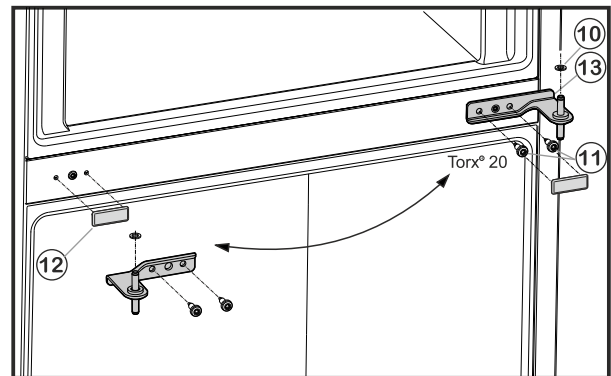

Fig. 6
- ▶ Открутите крепежные винты Fig. 6 (11) (2 шт. Torx® 20) и извлеките средний опорный кронштейн из нижней дверцы.
- ▶ Снимите пластиковую шайбу Fig. 6 (10).
- ▶ Осторожно снимите крышку Fig. 6 (12).
- ▶ Установите крышку Fig. 6 (12) на противоположной стороне.
- ▶ Вставьте средний опорный кронштейн Fig. 6 (13) с поворотом на 180° в нижнюю дверцу и прикрутите с помощью крепежных винтов Fig. 6 (11) (2 шт. Torx® 20) на новую сторону шарнира (с моментом 4 Нм).
- ▶ Снова установите пластиковую шайбу Fig. 6 (10).
- ▶ Установите верхнюю дверцу на средний опорный кронштейн Fig. 6 (13).